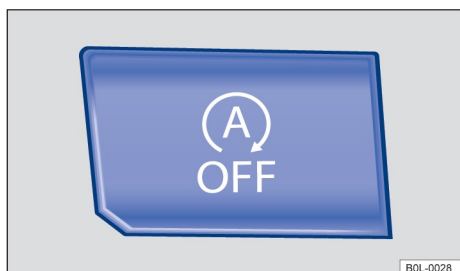

Рисунок 83 Верхняя часть центральной консоли: кнопка остановки/запуска двигателя на холостом ходу
- Нажмите кнопку  на центральной консоли → Рисунок 83, чтобы выключить систему вручную. Индикатор на этой кнопке загорается, когда система автоматического запуска и остановки двигателя выключена.
- Нажмите кнопку  на центральной консоли снова → Рисунок 83, чтобы повторно активировать систему.